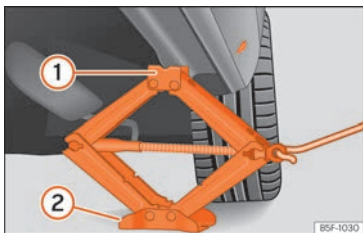

Abb. 200 Längsholm: Wagenheber ansetzen.
- Drehen Sie die Kurbel des unter dem Aufnahmepunkt des Längsträgers befindlichen Wagenhebers, bis sich die Nase ① >>> [Abb. 200] unter der vorgesehenen Einführung befindet.
- Richten Sie den Wagenheber so aus, dass sein Aufnahmehorn ① in die dafür vorgesehene Aufnahme am Längsträger „greift“ und die bewegliche Grundplatte ② plan auf dem Boden aufliegt. Die Bodenplatte ② muss sich dabei senkrecht unter dem Aufnahmepunkt ① befinden.